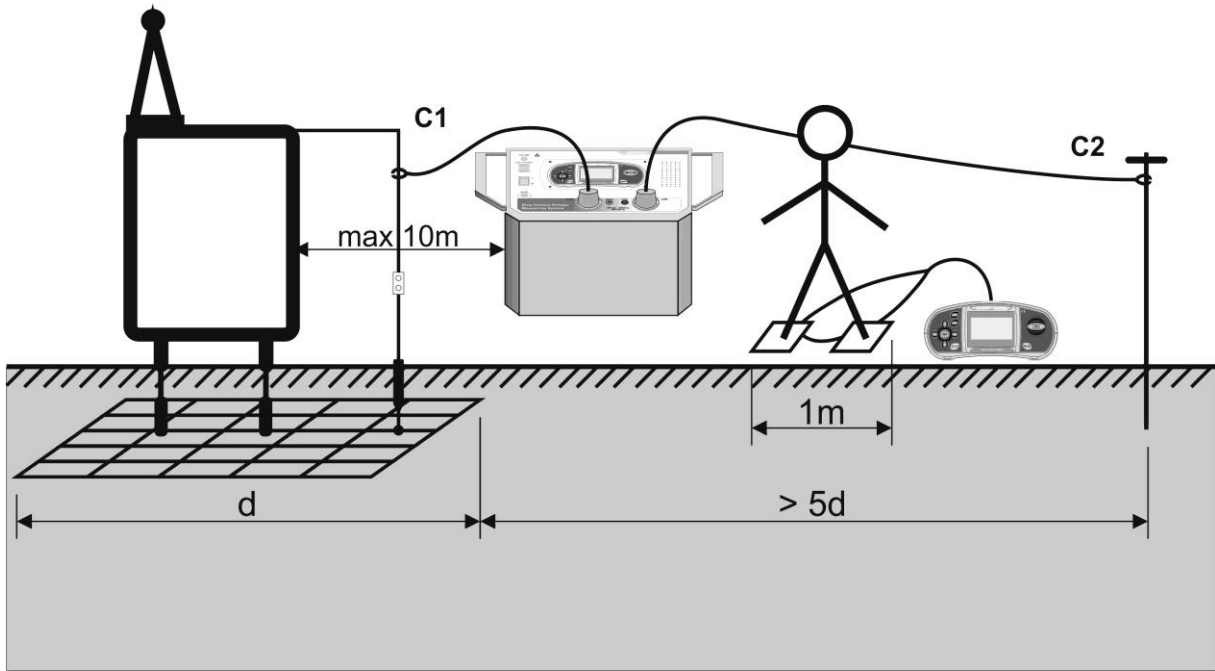
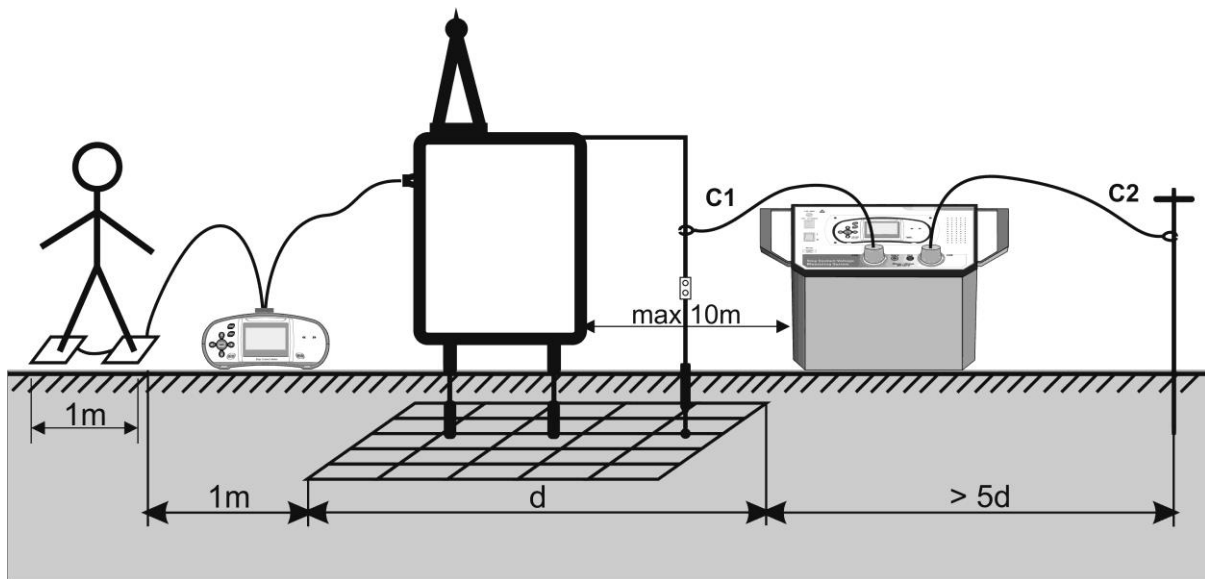

Fig. 17: Circuito de medida tensión de paso
Fig. 18: Circuito de medida tensión de contacto
- 2 Entierre la sonda auxiliar de 1m de largo en dotación a una distancia igual a 5 veces la máxima diagonal de la instalación en medida (vea Fig. 17). Conecte el terminal de entrada C2/E a la sonda mediante el cable de 50m en dotación (si fuera suficiente) o bien predisponga una prolongación del cable en caso de una distancia mayor. La naturaleza del método permite utilizar prolongaciones sin ninguna compensación de la resistencia de los cables de medida. Utilice eventualmente más sondas en paralelo si hiciera falta reducir la resistencia de contacto en el punto
- 10 Posicione y conecte entre sí las pesas metálicas de prueba sobre las cuales deberá subir el operador en los puntos en los cuales hace falta efectuar las medidas de tensión de paso (vea Fig. 17) o de contacto (vea Fig. 18) respetando las distancias exigidas